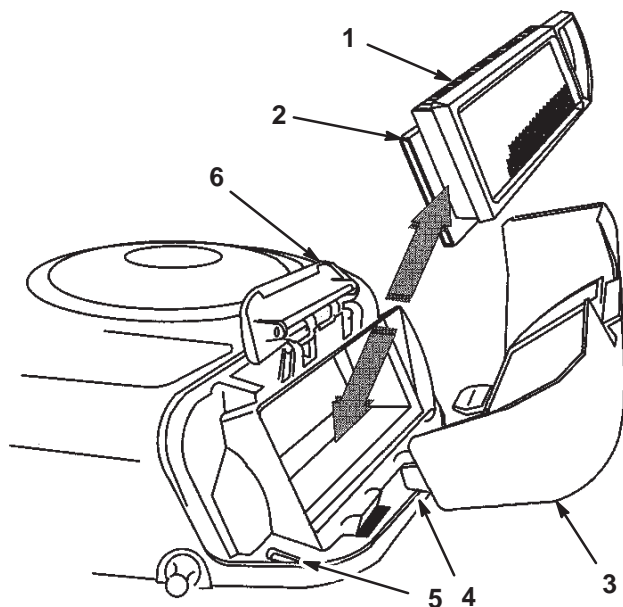

Bild 24
- Schieben Sie den Papier- und den Schaumeinsatz vorsichtig vom Gebläsegehäuse herunter (Bild 24).
- Fluchten Sie die Nasen des Luftfilterdeckels mit den Schlitten im Gebläsegehäuse aus (Bild 24). Haken Sie den Griff in die Abdeckung ein und drücken auf den Griff, um diesen einzurasten.